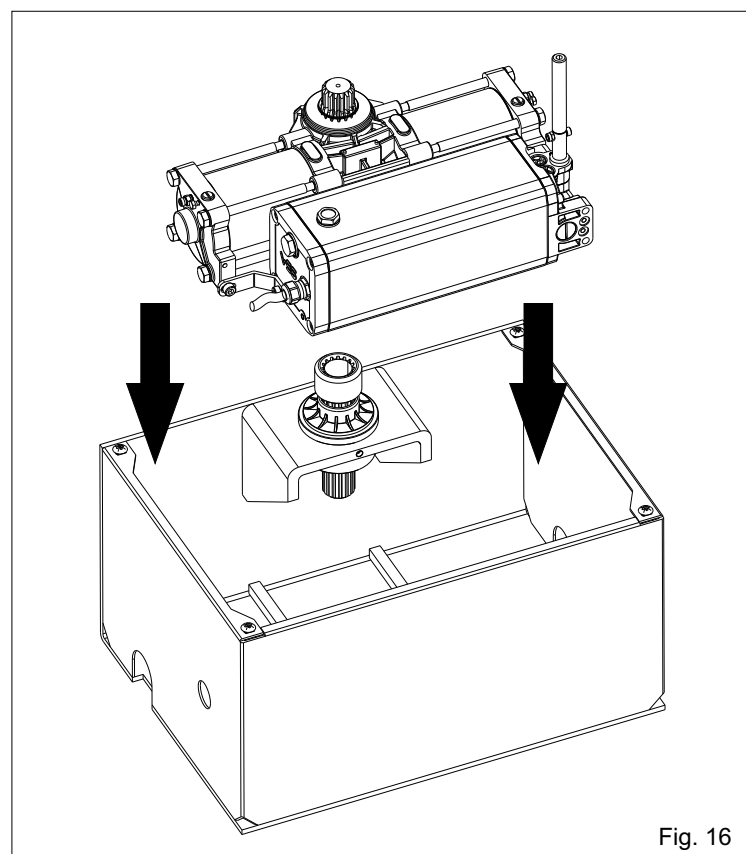
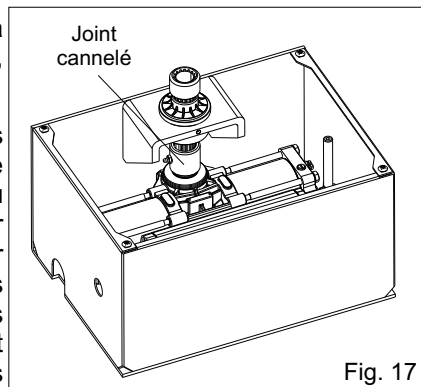

Fig. 16
Fig. 17
4.3. Introduire manuellement l'opérateur à l'intérieur de la caisse portante (Fig. 16) et coupler le pignon de l'opérateur et le pignon de la caisse utilisant la boucle cannelée de joint (Fig. 17).